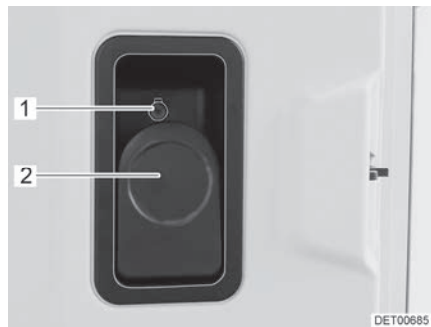

Fig. 53 Serratura della porta (porta di ingresso, lato interno)
- Apertura:* ■ Tirare la leva (Fig. 53,2).
- Bloccaggio:* ■ Premere il bottone di sicurezza (Fig. 53,1).